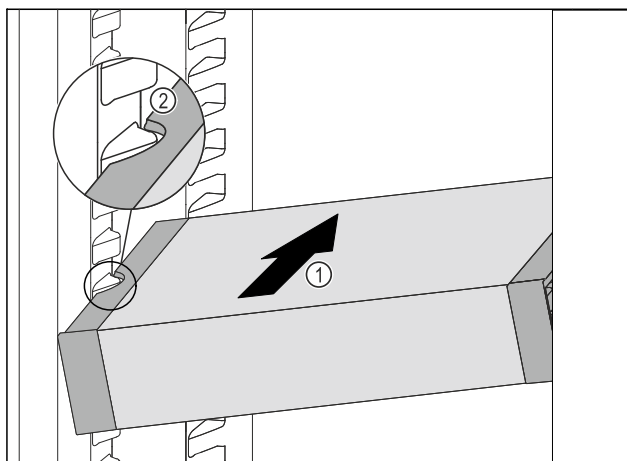

Fig. 137
- ▶ Вдвигайте VarioSafe под наклоном в холодильное отделение Fig. 137 (1), пока боковые выемки Fig. 137 (2) VarioSafe не окажутся на высоте выступа резервуара в холодильном отделении.